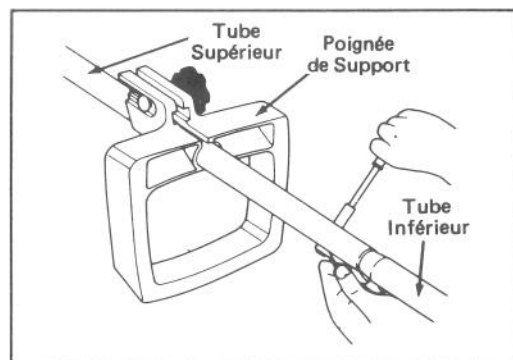

Figure 4
4. Fixez les tubes à l'aide de la vis à tête et de l'écrou de blocage. Serrez jusqu'à ce qu'il n'y ait plus aucun jeu entre les tubes (Fig. 4).
6. La poignée de support peut maintenant être réglée sur la position voulue. Pour ce faire, amener le guidon à la hauteur désirée et serrer le bouton (Fig. 4).